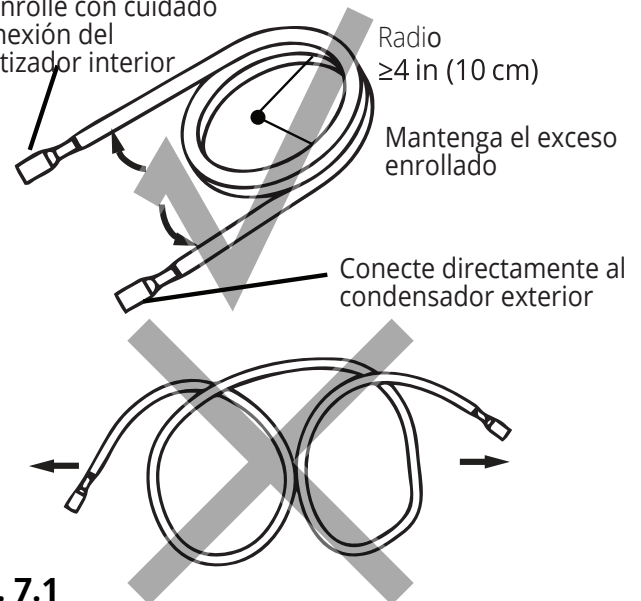

Fig. 7.1
1. Use las manos para desenrollar lentamente la tubería de cobre de un extremo de las líneas Quick Connect®. El extremo que desenrolle se conectará a la tubería de la unidad interior. Debe desenrollar el extremo hasta que los conectores estén casi planos sobre el suelo (con poca o ninguna curvatura). Si no se hace esto, podría dificultar la manipulación de las líneas al enfiletar los conectores con la tubería del climatizador. Solo desenrolle lo necesario para su uso y deje enrollado cualquier sobrante (Consulte la Fig. 7.1).